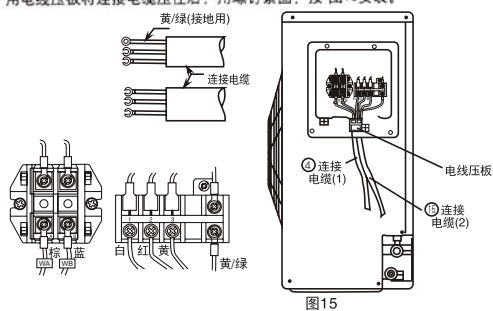

图15
- (1) 把连接电缆按电气接线图所示正确地牢固连接。(紧固力为0.8-1.5N·m)
(2) 用电线压板将连接电缆压住后,用螺钉紧固,按图15安装。